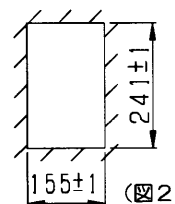

図2 (単位: mm)
③天井面、もしくは壁面に指定の寸法で埋込穴をあけてください。(図2)